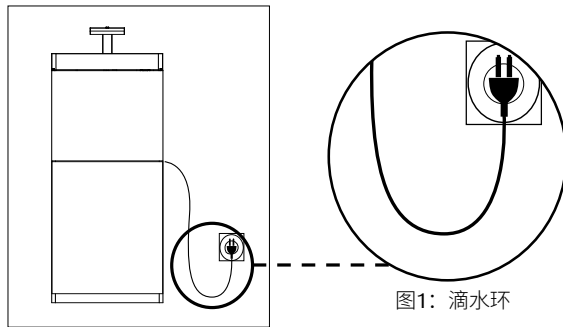

图1: 滴水环
- 避免装置插头或插座进水, 竖立放置水族箱并使水族箱紧靠装有插座的墙壁一侧, 以防止水滴落到插座或插头上。为把水族箱装置连接到插座上的电源线, 用户应制作一个“滴水环”(如图1所示)。“滴水环”是插座或连接器下方的电源线部分。如有必要, 使用延长线路, 以避免水沿着电源线流入插座。如果插头或插座已进水, 请勿拔除电源线。断开装置电源保险丝或电路, 然后拔除设备并检查插座内是否进水。